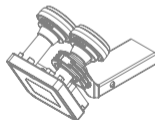

Fig. 2
2. Réglez l'angle d'inclinaison correct du LNB en tournant le LNB dans le sens horaire ou antihoraire: L'angle d'inclinaison du LNB (K) dépend de l'emplacement de l'installation de l'antenne parabolique et du satellite à recevoir. Par exemple, pour recevoir Hotbird à 13 ° E à Varsovie, l'angle d'inclinaison du LNB doit être de 6 ° dans le sens antihoraire. La rotation de réglage de l'angle fin doit être effectuée à l'aide d'un appareil de mesure de signal satellite, ou par le biais des informations de mesure de signal d'un récepteur satellite (Fig. 2).